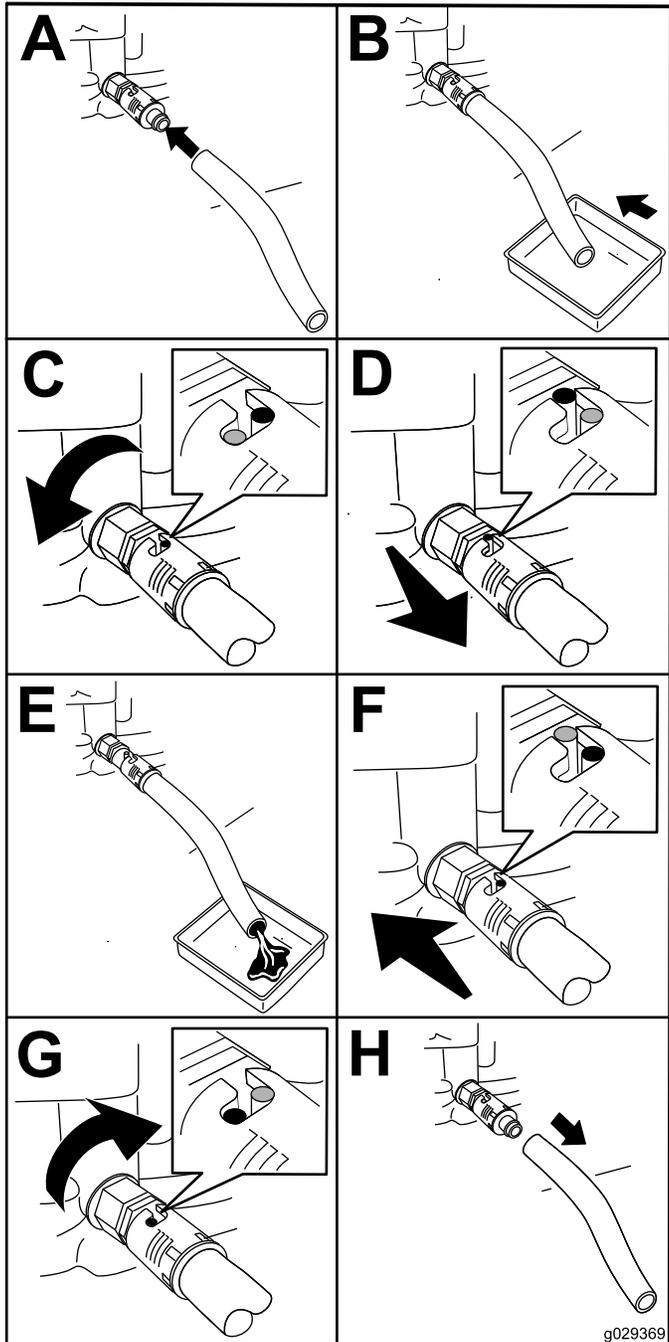

Bild 22
2. Lassen Sie das Öl vom Motor ab, siehe (Bild 22).